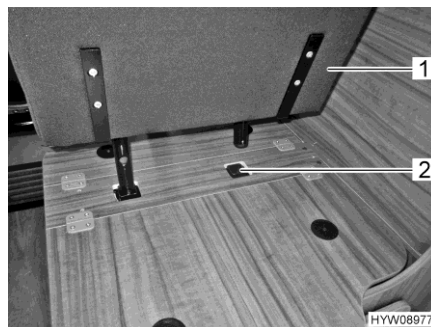

Fig. 24 Ficher le siège emboîtable dans sa fixation
- Ficher le siège emboîtable (Fig. 24,1) dans la fixation (Fig. 24,2).